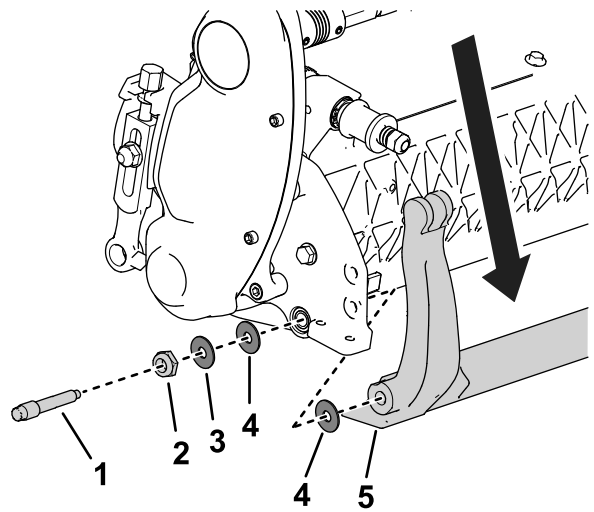

Figura 20
3. Em cada um dos lados da máquina, desaperte a porca de bloqueio que se mostra na Figura 20.
4. Remova cada um dos parafusos da barra de apoio, de modo a puxá-la para baixo e retirá-la da unidade de corte (Figura 20).
Guarde as duas anilhas de nylon e a anilha de aço de cada uma das extremidades da barra de apoio (Figura 20).
3. Coloque uma anilha de nylon de cada lado da placa lateral. Coloque uma arruela de aço no exterior de cada uma das arruelas de nylon (Figura 20).